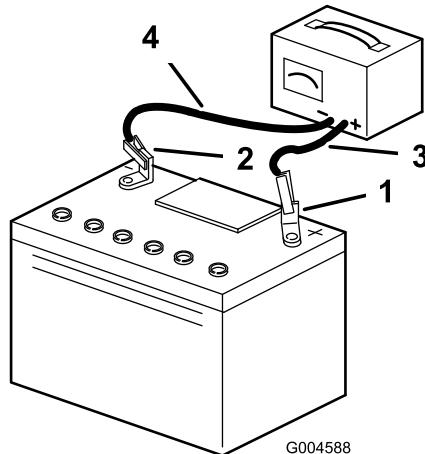

Figura 30
- Scollegate i cavi del caricatore dai poli della batteria (Figura 30).